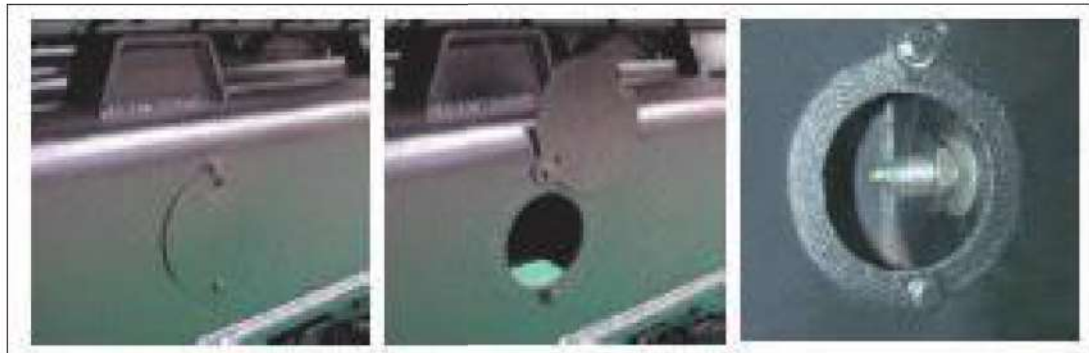

Figure 6.5 - Rupsbandspanner
5. Zet de ontlastklep los door hem stapsgewijs naar links te draaien totdat er smeermiddel uit de klep begint te stromen. De ontlastklep mag niet te snel losgedraaid worden, aangezien het smeermiddel aan de binnenkant onder hoge druk staat, zie afbeelding 6.5.